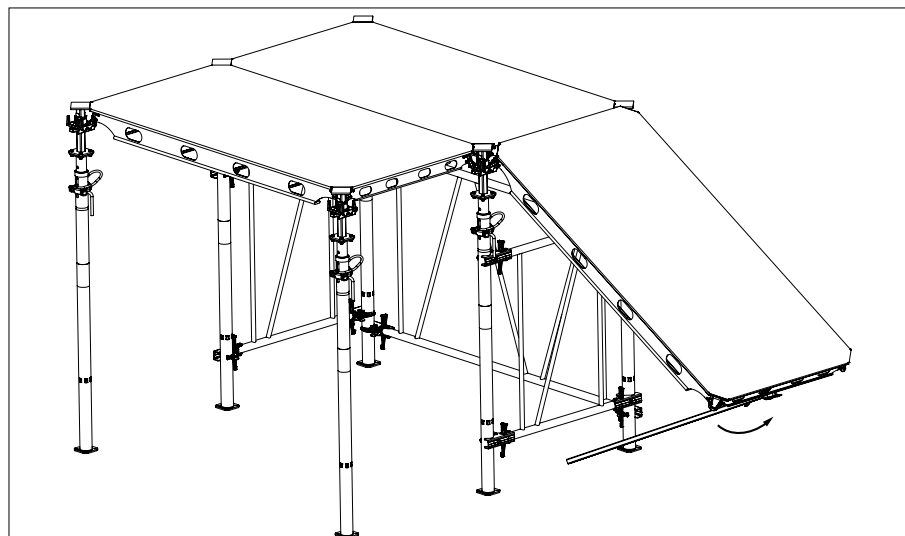

Fig. A5.09
2. Usando l'ausilio per cassaforma, ruotare il pannello in su sostenendolo temporaneamente fino a che i due puntelli successivi sono montati. (Fig. A5.09)